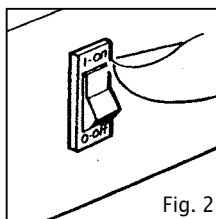

Fig. 2
- Positionner l'interrupteur de l'hélice sur I (Fig. 2) et s'assurer que l'hélice tourne.